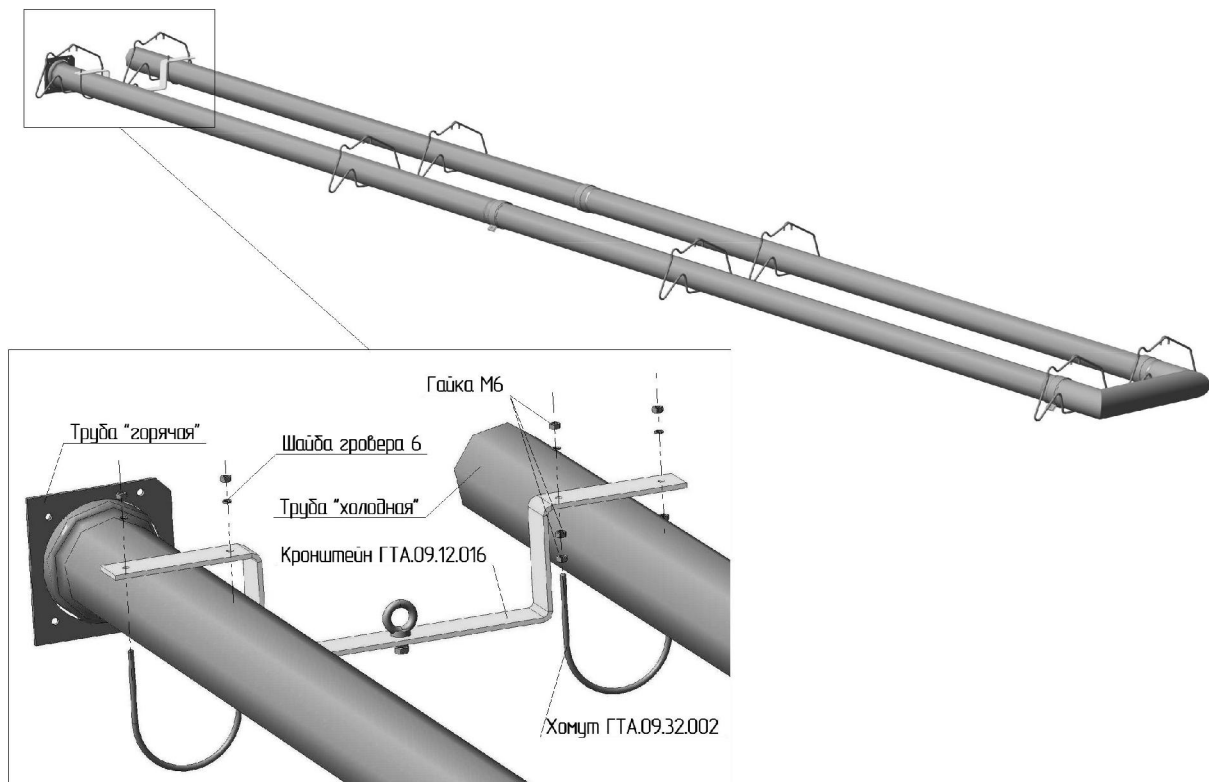

Рисунок 8 Установка кронштейна труб
- Установить кронштейн труб ГТА.09.12.016 (для U-образного излучателя) (см. рисунок 8) соблюдая монтажные расстояния сборочного чертежа. Кронштейн жестко фиксировать к «горячей» трубе, при креплении его к «холодной» трубе обеспечить возможность свободного перемещения (вследствие температурного расширения) с помощью контргаек.